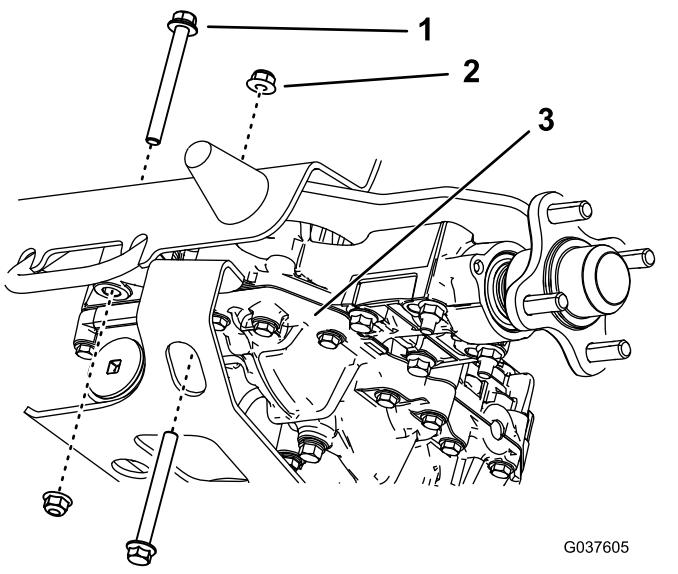

Figura 9
- 5. Rimuovete i 2 bulloni posteriori e i 2 dadi dal transaxle destro (Figura 9). Conservate i dadi.